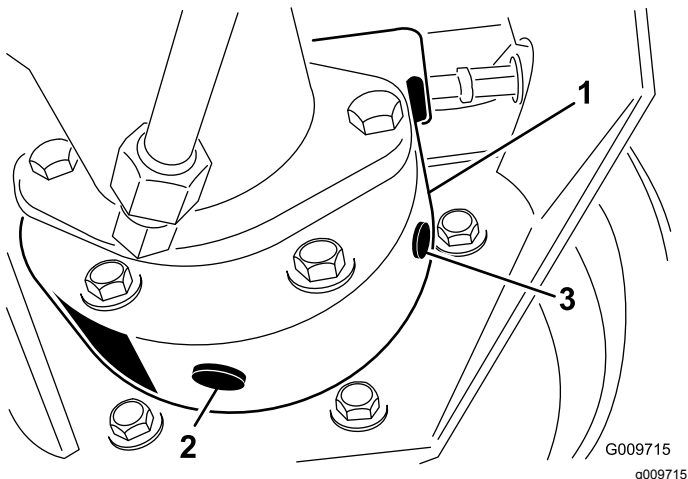

Figura 49
3. Mettete una bacinella sotto la scatola del freno, togliete il tappo di spurgo e lasciate defluire l'olio (Figura 49).